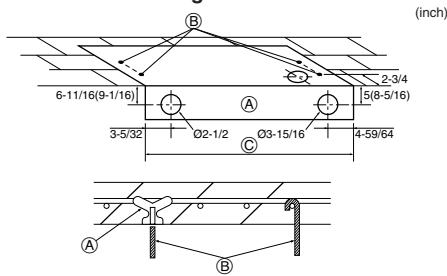

Fig. 3-3
3.2.4. Sélection des boulons de suspension et des emplacements des tuyaux (Fig. 3-3)